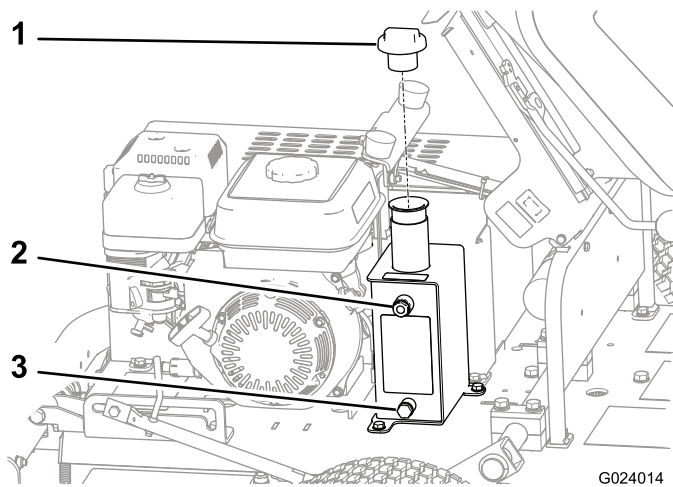

図 34
4. オイルの量が不足している場合は、タンク上部にある補給口のキャップ 図 34 を取ってオイルを補給する。
1. 機体下にある油圧オイルドレンプラグの下に廃油受けを置く (図 34)。
2. トランスミッション側面にあるドレンプラグを抜いてオイルを抜く 図 34。
8. 燃料タンクのキャップを取る 図 34。